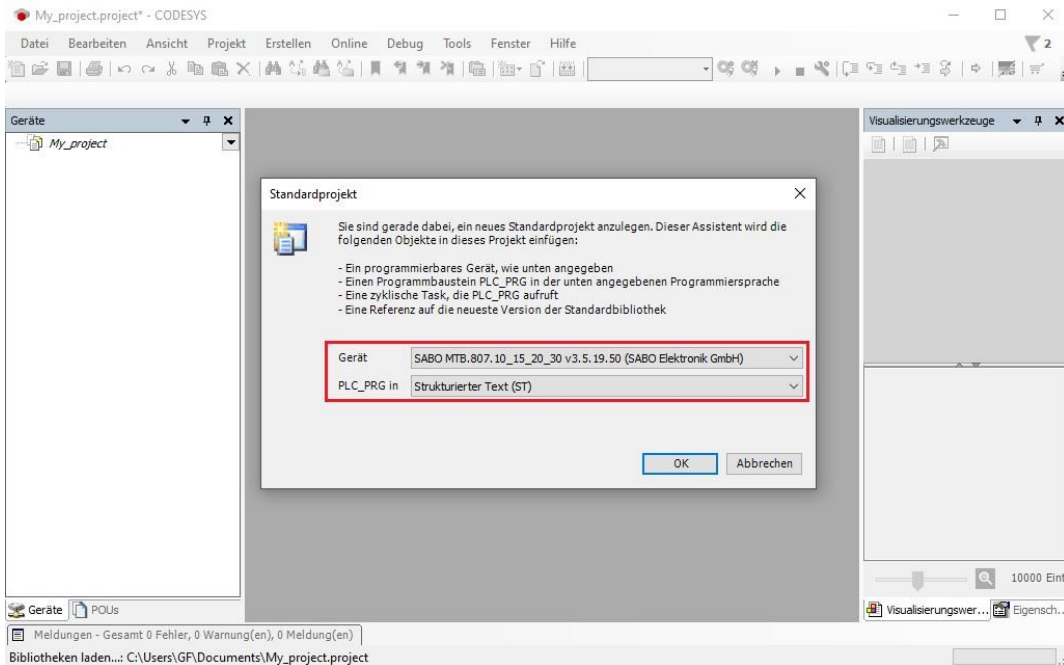

Abbildung 21: Konfiguration des Standardprojekts
Bestätigen Sie das Fenster mit **OK**. Im nächsten Schritt werden Sie gefragt, welches Gerät (Steuerung) Sie programmieren wollen und in welcher Programmiersprache der Programmbaustein PLC_PRG angelegt werden soll. Es steht Ihnen Strukturierter Text (ST), Kontaktplan (KOP), Funktionsbausteinsprache (FUP), Continuous Function Chart (CFC) und Ablaufsprache (AS) zur Verfügung. Wir entscheiden uns in unserem Beispiel für Strukturierten Text (ST) und bei dem Gerät, was einer Steuerung entspricht, wählen wir das MTB.807.10 aus, *Abbildung 21*. Mit **OK** übernehmen Sie Ihre Auswahl.